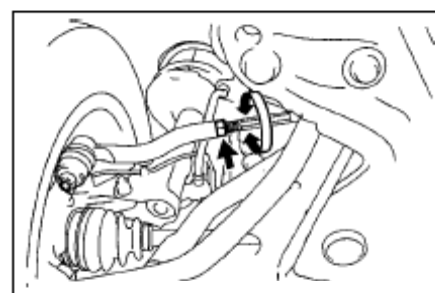

Рис. 172
4. Регулировка схождения передних колес(рис. 172)